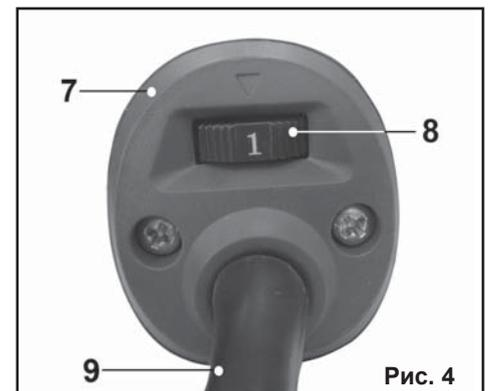

Рис. 4
**7.3. Изменение частоты колебаний (Рис.4).**